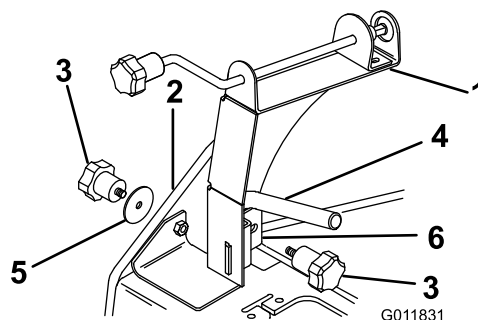

Figure 7
2. Localisez le trou dans la plaque latérale du cadre du groupe de déplacement situé juste derrière et à gauche de la poignée gauche (Figure 7).
3. Placez le support d'orientation de la goulotte entre la poignée gauche et le plaque latérale (Figure 7).
4. Fixez le support au cadre avec un bouton et la grande rondelle (Figure 7).
5. Insérez la fixation de poignée dans la fente du support d'orientation de la goulotte, ajustez-la autour de la poignée et fixez-la avec un bouton (Figure 7).